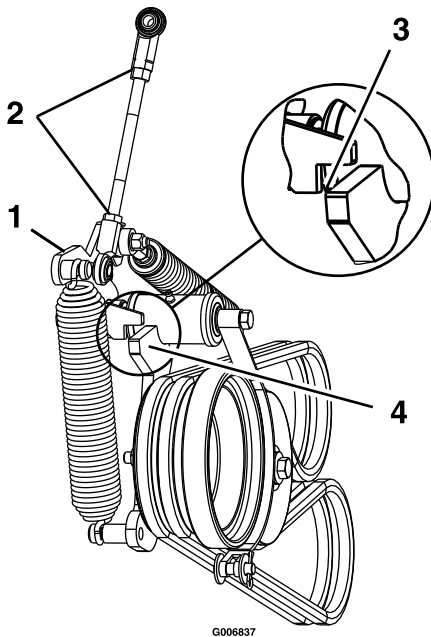

Figure 60
12. Desserrez les écrous de blocage et réglez la tringlerie jusqu'à ce que le haut du bras de la poulie de tension soit aligné sur le bas du cran du bras de tension, comme montré à la Figure 60.